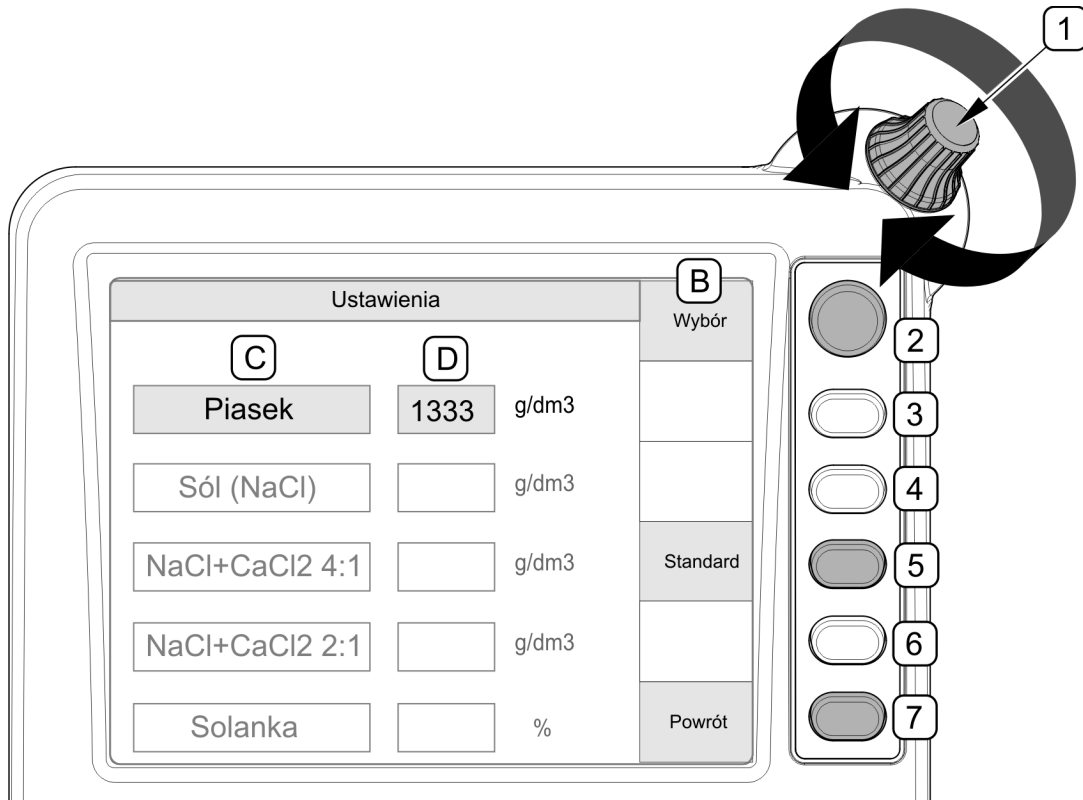

РИСУНОК 3.9 Примерный способ обслуживания пульта управления
В зависимости от выбранной страницы в меню на дисплее (РИСУНОК 3.9) рядом с функциональными кнопками (2),(3),(4),(5),(6),(7) высвечиваются актуально приписанные им функции (В). На каждой странице меню дисплея, для каждой кнопки высвечиваются иные функции. Пустое функциональное поле рядом с кнопками (3),(4),(6) обозначает, что в данный момент они неактивны (РИСУНОК 3.9). Для перехода на другое поле (С) и для изменения величины параметров в поле (D) служит рукоятка (1).